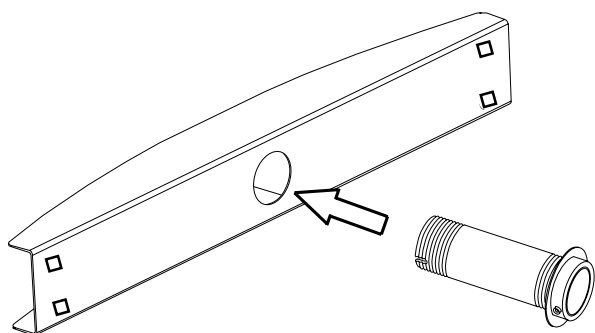

Figure 1
Enfoncer le tube dans le dessous de la traverse supérieure (voir la Figure 1) jusqu'à ce qu'il dépasse du dessus. Fixer la traverse supérieure sur la plaque arrière montée sur le mur en plaçant une rondelle en fibre (KK) sur le tube et en enfonçant ce dernier dans le raccord tubulaire (voir Figure 2). Serrer la bague à la main jusqu'à ce qu'elle soit alignée sur une fente dans le filetage du tube. La traverse supérieure doit être ajusté à frottement doux ou avec jeu. Enfoncer la vis de pression (HH) de la bague et la serrer.